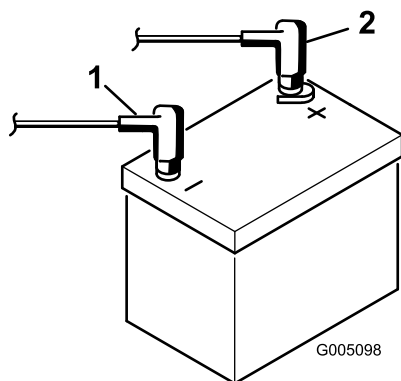

図 6
2. スタータからの赤い (+) ケーブルを (+) 端子に固定する (図 6)。レンチで締め付けて固定し、ワセリンを塗布する。ケーブルが擦れて磨耗するような配線はさける。座席の最後部でケーブルを傷つけることがあるので特に注意すること。